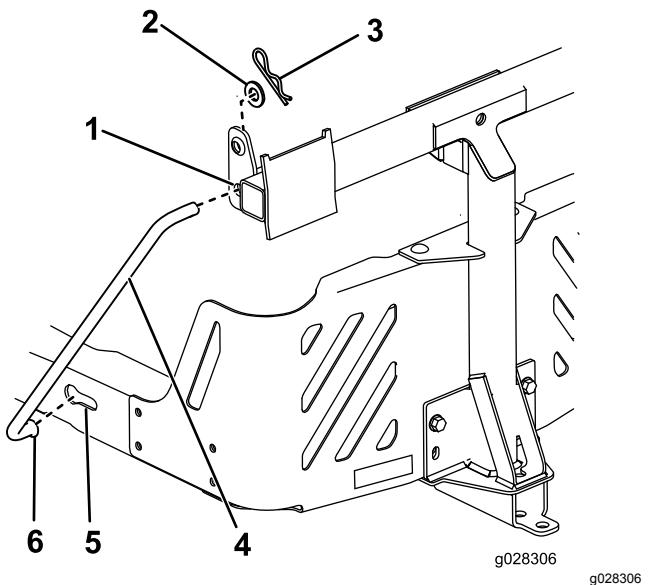

Bild 14
5. Setzen Sie das gebogene, flache Ende einer Stange in den verkeilten Schlitz an der linken Seite des Maschinenrahmens ein und bewegen die Stange nach hinten, damit sie im Rahmen sitzt (Bild 14).
6. Setzen Sie die gebogenen Enden der Stangen in die Anbaugerätbefestigung ein, wie in Bild 14 abgebildet, und befestigen Sie das Ende jeder Stange mit einer Scheibe und einem Splint.